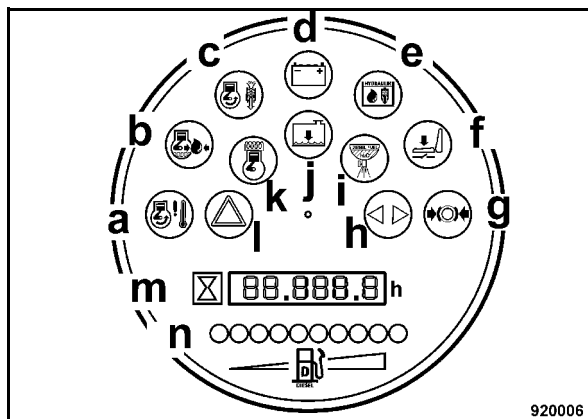

Fig. 92
- Comprobar el nivel de combustible con el encendido conectado por la indicación de combustible „n“ (Fig. 92).